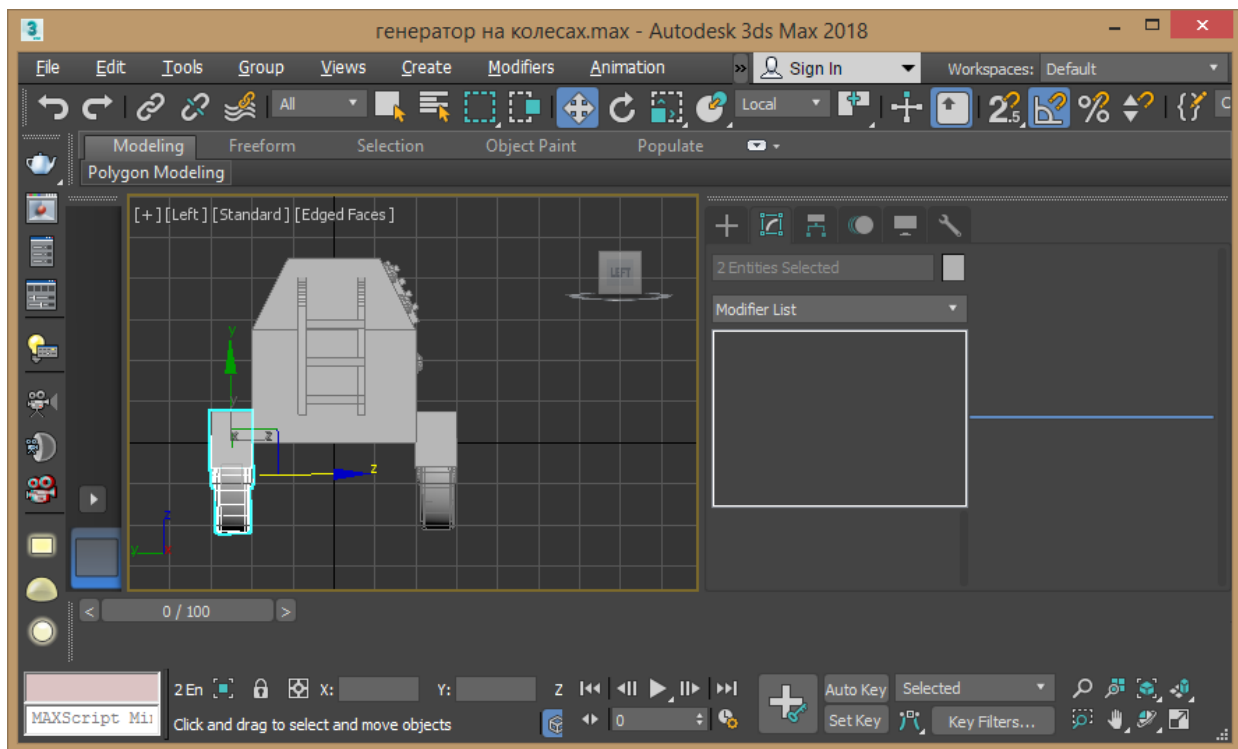

Рис. 2.21 – Копіювання крила
18. На видовому екрані Left копіюємо крило з колесом на іншу частину машини (рис. 2.21).